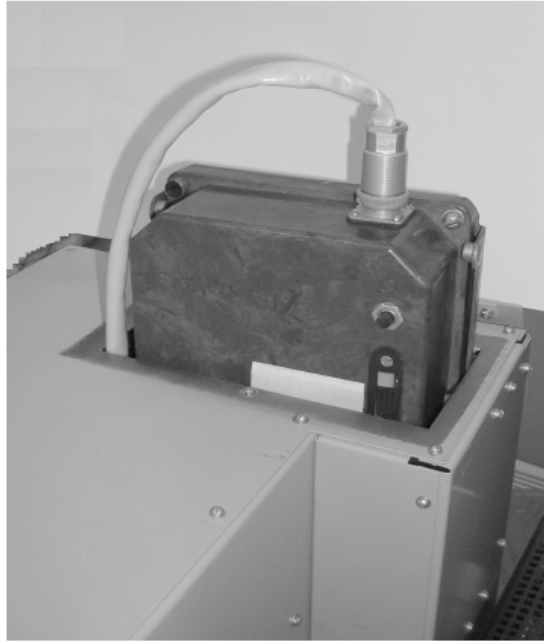

Рисунок 2.47 - Установка прибора ТСКБМ-П в экранированный отсек блока ТС-ТСКБМ
2) Установите прибор ТСКБМ-П в экранированный отсек блока ТС-ТСКБМ и подключите его к кабелю П отсека, см. рисунок 2.47. Дверца экранированного отсека закрывается и запирается.